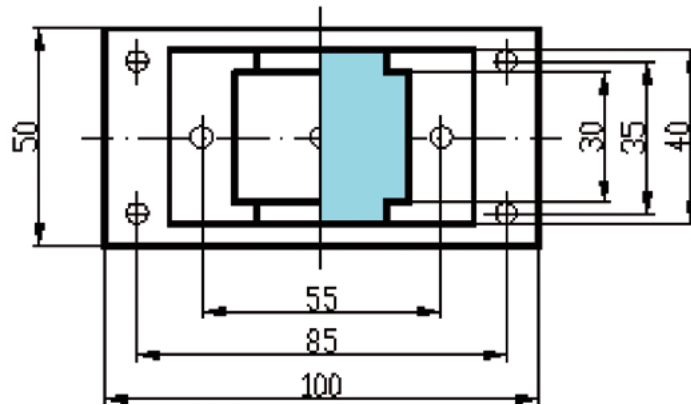

Рис. 8. Контур для формирования ступенчатого цилиндра
10. Для горизонтального цилиндрического выреза полилинией нарисовать замкнутый многоугольный контур (рис. 8). Поднять контур на уровень 35, исправляя свойства данной полилинии.